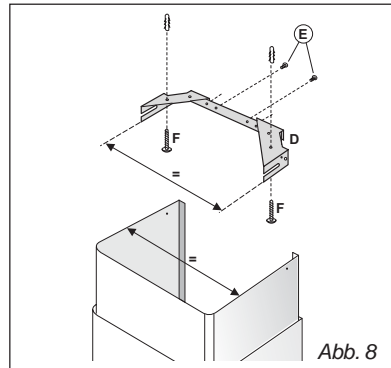
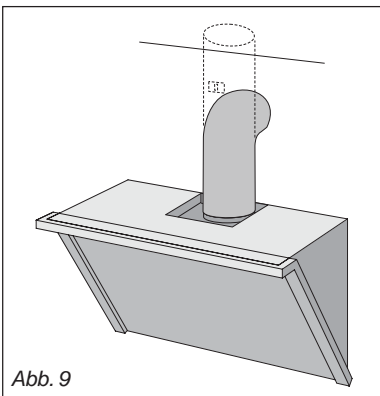

Abb. 8
Abb. 9
- Die Breite des Haltebügels (D) des Teleskoprohrs wird mit den Schrauben (E) auf Abb.8 eingestellt.
- Danach wird der Bügel mit Hilfe der mitgelieferten Dübel und Schrauben (F) an der Decke befestigt, wo er mit der Abzugshaube ausgerichtet werden muss.
- Die Abluftleitung mit der Abluftöffnung an der Haube verbinden; dazu ein biegbares Rohr verwenden und es mit einer Metallschelle an der Abluftöffnung der Haube befestigen – Abb.9 – (Rohr und Metallschelle werden nicht mitgeliefert).